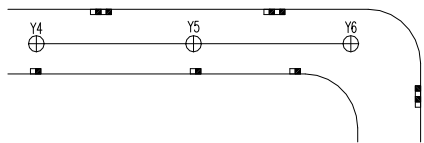

图 6-42 打开素材
**01** 按 Ctrl+O 组合键，打开配套光盘提供的“第 6 章/ 6.2.5 雨水连井.dwg”素材文件，结果如图 6-42 所示。